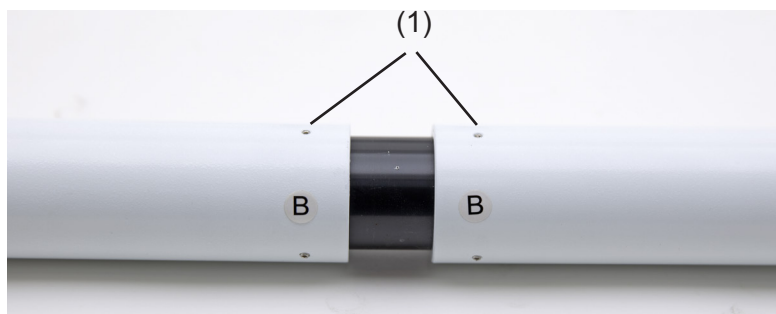

Fig. 6
2.6 Inserire la seconda parte del tubo di estensione (Fig. 6).
2.7 Inserire fino in fondo il secondo tubo di estensione nella posizione esatta. Usando la brugola in dotazione (quella piccola) bloccare le viti di fissaggio (1) per fissare il tubo di estensione (Fig. 6).